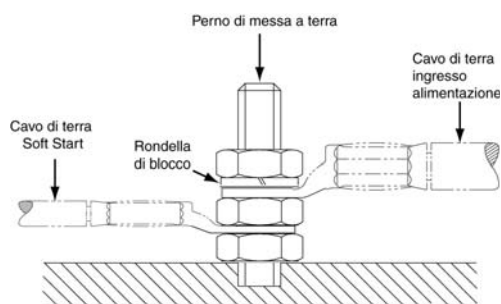

Figura 24 Dettagli sul collegamento di massa
6. Installare e fissare il dado di massa al morsetto di massa (fare riferimento a Figura 24).